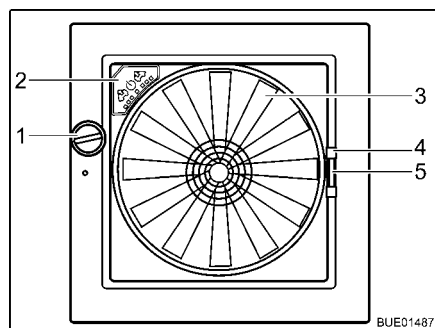

Bild 128 Taklucka Omni-Vent
- Öppna:** ■ Vrid på vredet (Bild 128,1) tills önskad öppningsvinkel har nåtts.
- Stänga:** ■ Vrid på vredet (Bild 128,1) tills takluckan är helt stängd.
- Stänga:** ■ Dra insektsskyddet i handtaget (Bild 128,4) till motstående ramsida.
- Tryck ihop mörkläggningsgardinens handtag (Bild 128,5).
- Fläkt** När takluckan är öppen kan kupén ventileras och vädras med fläkten (Bild 128,3) i 6 nivåer. Fläkten regleras via reglagen (Bild 128,2).